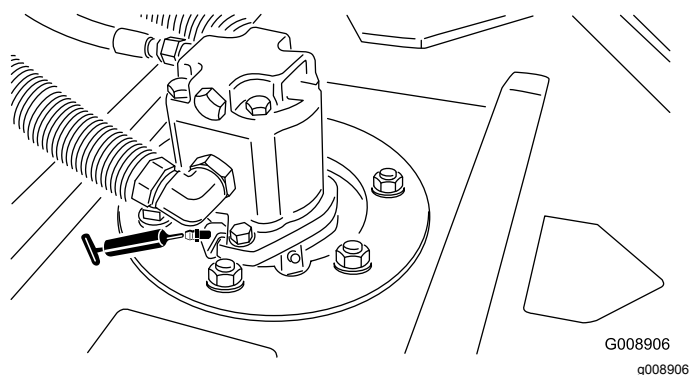

Figura 51
- Cuscinetti dell'asse del perno dell'apparato di taglio (2 per apparato di taglio) (Figura 51)